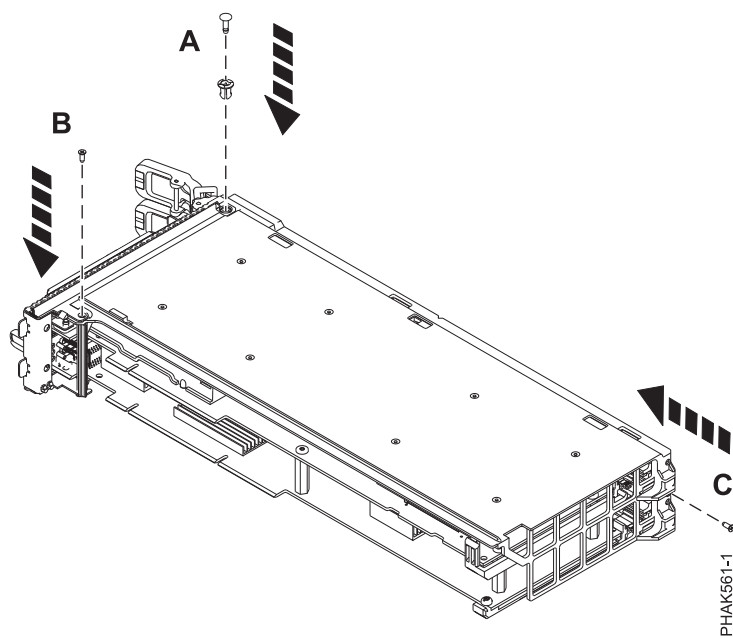

図 62. 押しピンとねじの取り付け
9. テール・ストックの横のカセット・アセンブリー上部に押しピン (A) を取り付けて、定位置に押し込みます。 83 ページの図 62を参照してください。
10. 小さなプラスねじ (B) をテール・ストック下部に固定します。 83 ページの図 62を参照してください。
11. カセット・アセンブリー後部の小さなプラスねじ (C) を固定します。 83 ページの図 62を参照してください。